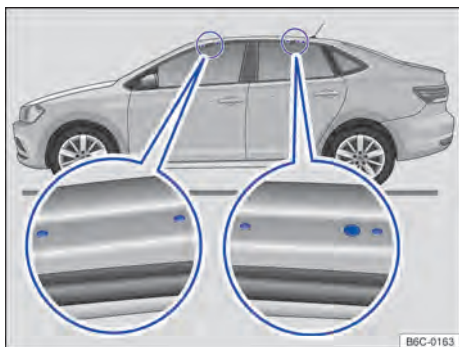

Fig. 173 Pontos de fixação dos suportes de base do bagageiro do teto (ambos os lados).
Os furos ou marcações dos pontos de fixação dos suportes de base ficam visíveis com a abertura das portas (dianteiras e traseiras) do veículo e encontram-se no lado nas vigas do teto → **Fig. 173** (lupa). Os furos ou marcações para fixação atrás encontram-se no lado inferior das vigas do teto → **Fig. 173** (lupa direita).
- Fixar os suportes de base somente nas marcações indicadas na figura → **Fig. 173**.